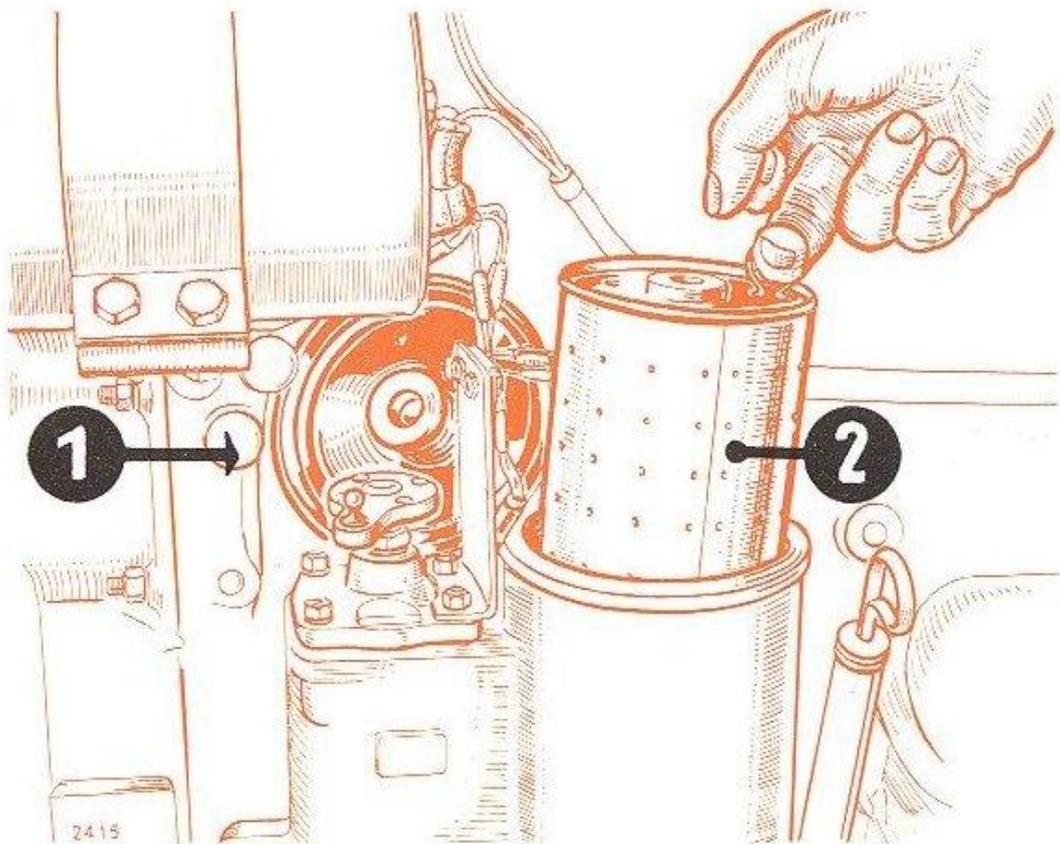

FIG. 32.
- a) démonter le couvercle (rep. 1, fig. 32),
- b) extraire la cartouche (rep. 2, fig. 32),